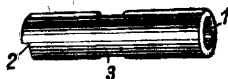

Рис. 24. Газовый поршень:
**Газовый поршень** (рис. 24) служит для непосредственного восприятия действия пороховых газов, сообщая движение затворной раме, и является упором для переднего конца возвратно-боевой пружины.